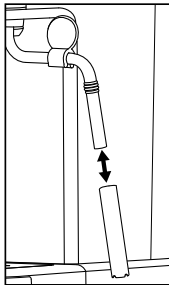

Abb. 3
- 4) Lassen Sie die Milchaufschäumdüse ⑧ abkühlen.
- 5) Ziehen Sie die Hülle der Milchaufschäumdüse ⑧ ab (siehe Abbildung 3) und reinigen Sie diese sorgfältig im warmen Wasser und etwas Spülmittel. Nutzen Sie ggf. eine kleine Bürste, um auch die Innenseite der Hülle zu reinigen. Spülen Sie die Hülle danach mit klarem Wasser ab.
- 7) Schieben Sie die Hülle wieder auf das Rohr (siehe Abbildung 3).